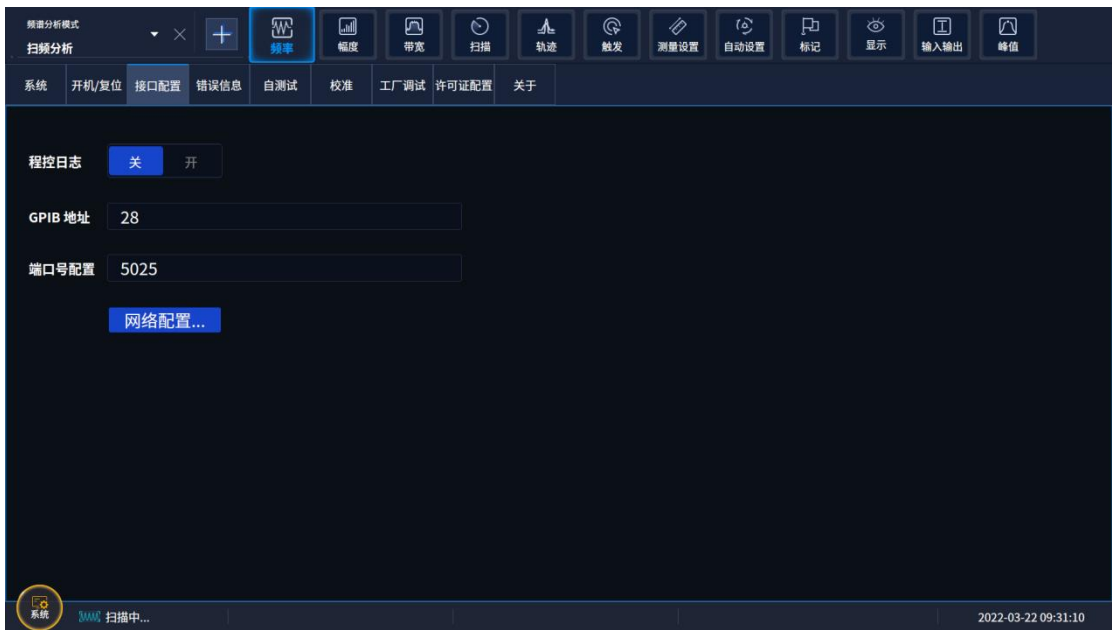

图 5.3 端口号设置
为了使用户网络程控 4082 系列信号/频谱分析仪更加便捷，对端口号的使用更加灵活，在软件界面上增加了配置端口号的菜单及相关设置和查询端口号的程控命令。端口号配置菜单如图 5.3 所示，默认端口号设置为 5025，VXI-11 通信方式详见 5.1.1 节。
1. 软按键【系统】【接口配置>>】 【端口号配置>>】 进入图 5.3 所示的界面，然后在 【端口号配置】 输入框中按数字键进行更改；